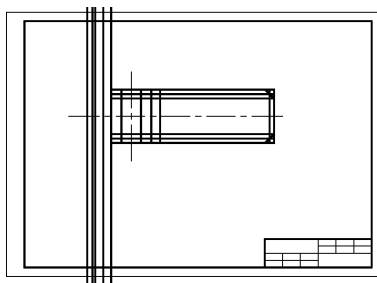

图 11-7 修剪线条示例
4) 修剪构造线。选择“修改”面板→“修剪”命令，以最外面的 4 条构造线为边，修剪多余线条，结果如图 11-7 所示。